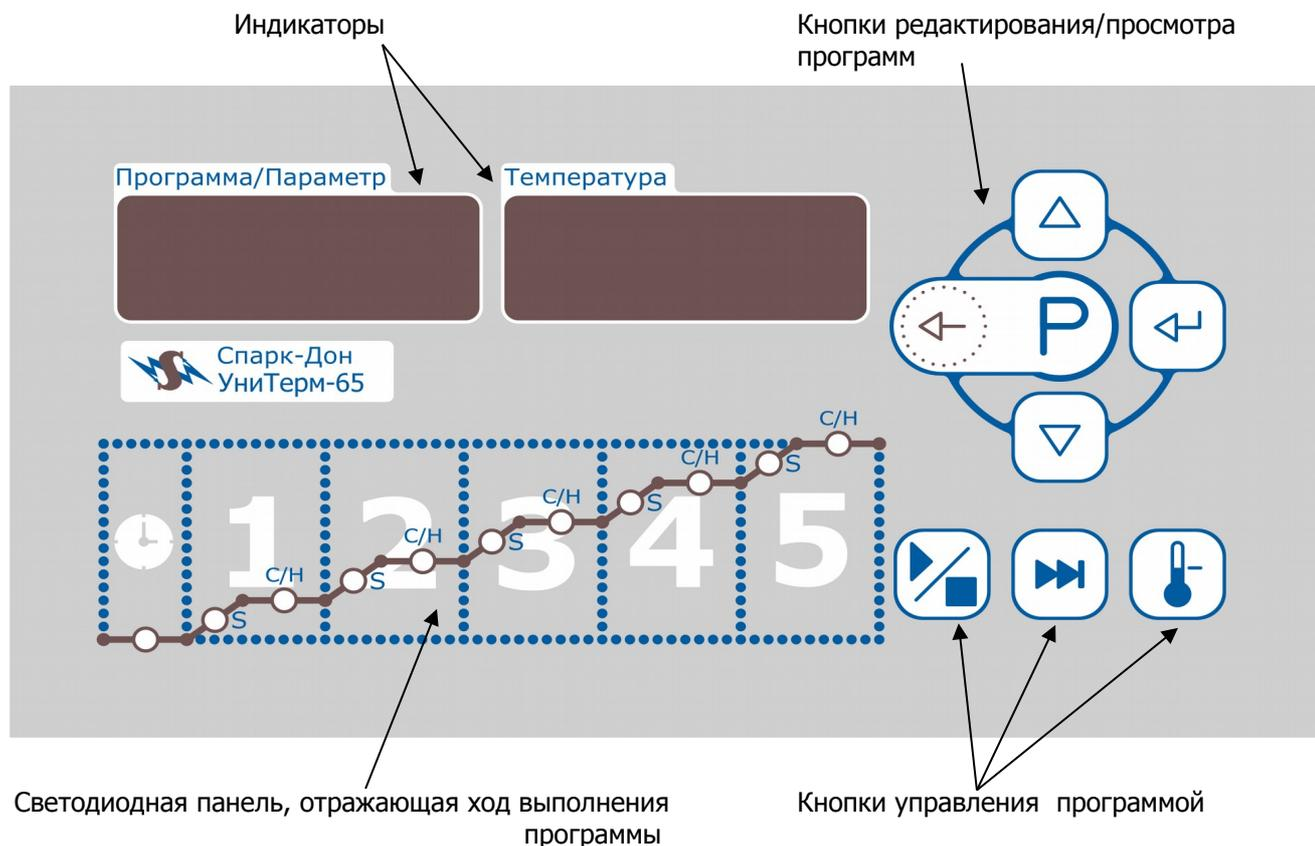

Рисунок 1. Внешний вид лицевой панели
4.4. На передней панели блока управления расположены выключатель "СЕТЬ", а также клавиатура, дисплей и светодиодная панель (см. рис.1), обеспечивающие ввод и индикацию параметров программ, температуры в рабочей камере, времени выдержки, скорости на всех стадиях нагрева и охлаждения. Внешний вид лицевой панели показан на рисунке 1.